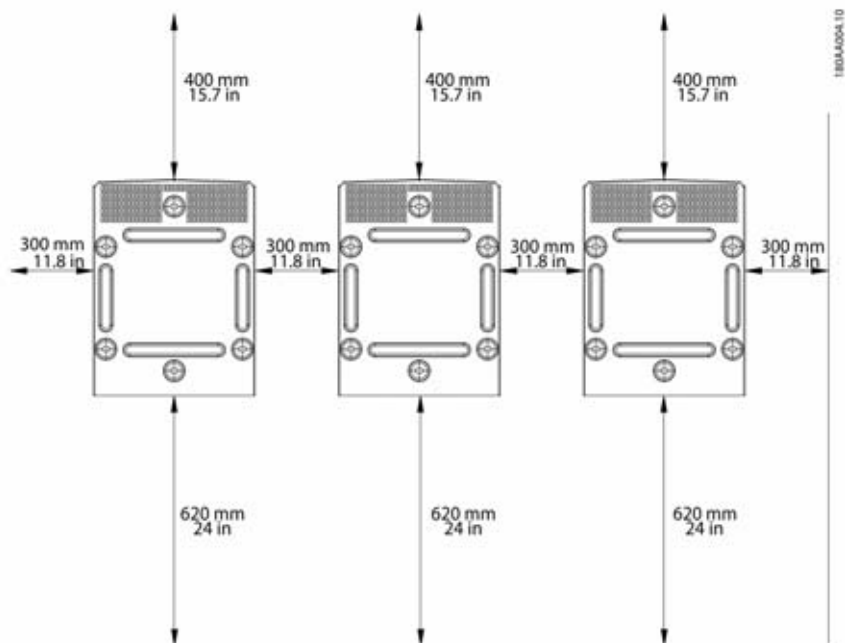

Figure 2.8 : Distances de sécurité
- Respectez les distances de sécurité pour l'installation d'un ou de plusieurs onduleurs afin que l'air circule correctement. Les distances sont spécifiés sur la figure 2.8 et sur l'étiquette du support mural.